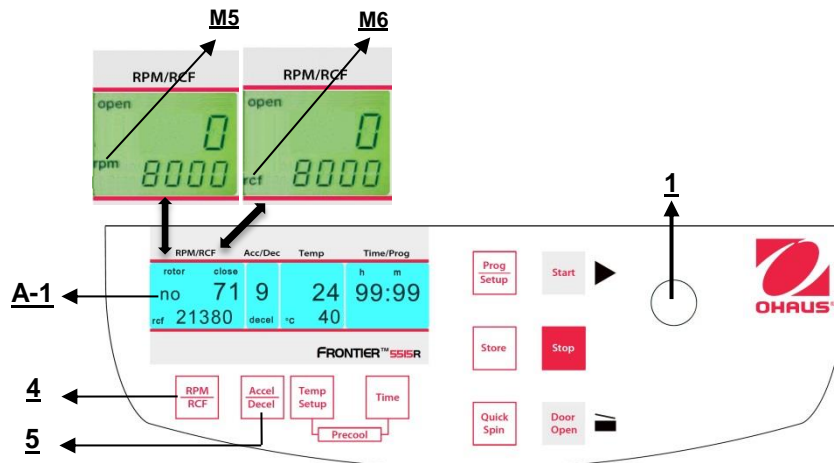

Abbildung. 16
Diese Vorauswahl wird durch die Taste **"RPM | RCF"** (4) aktiviert (siehe Abbildung 16 unten). Wenn Sie die Taste einmal drücken, blinkt das Wort **"rpm"** (M5). Wenn Sie die Taste zweimal drücken, kann die Vorauswahl der Zentrifugalkräfte ausgewählt werden. Dann erscheint das blinkende Wort **"rcf"** (M6). Sie können die gewünschten Werte mit dem Anpassungsknopf (1) einstellen. In der Anzeige (A-1) wird stets der regulierte Wert angezeigt, bevor, während und nach dem Betrieb.